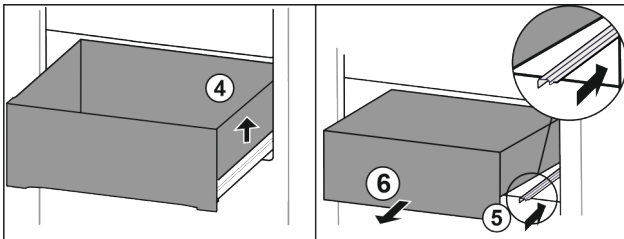

Fig. 22
- ▶ Lade rechts optillen. Fig. 22 (4)
- ▶ Rechter rail erin schuiven. Fig. 22 (5)
- ▶ Lade naar voren toe verwijderen. Fig. 22 (6)